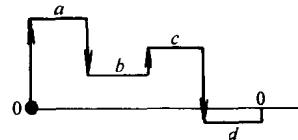

图 8
5. 解 (1) 求出各点的能量, 作能量指示图如图 8 所示。